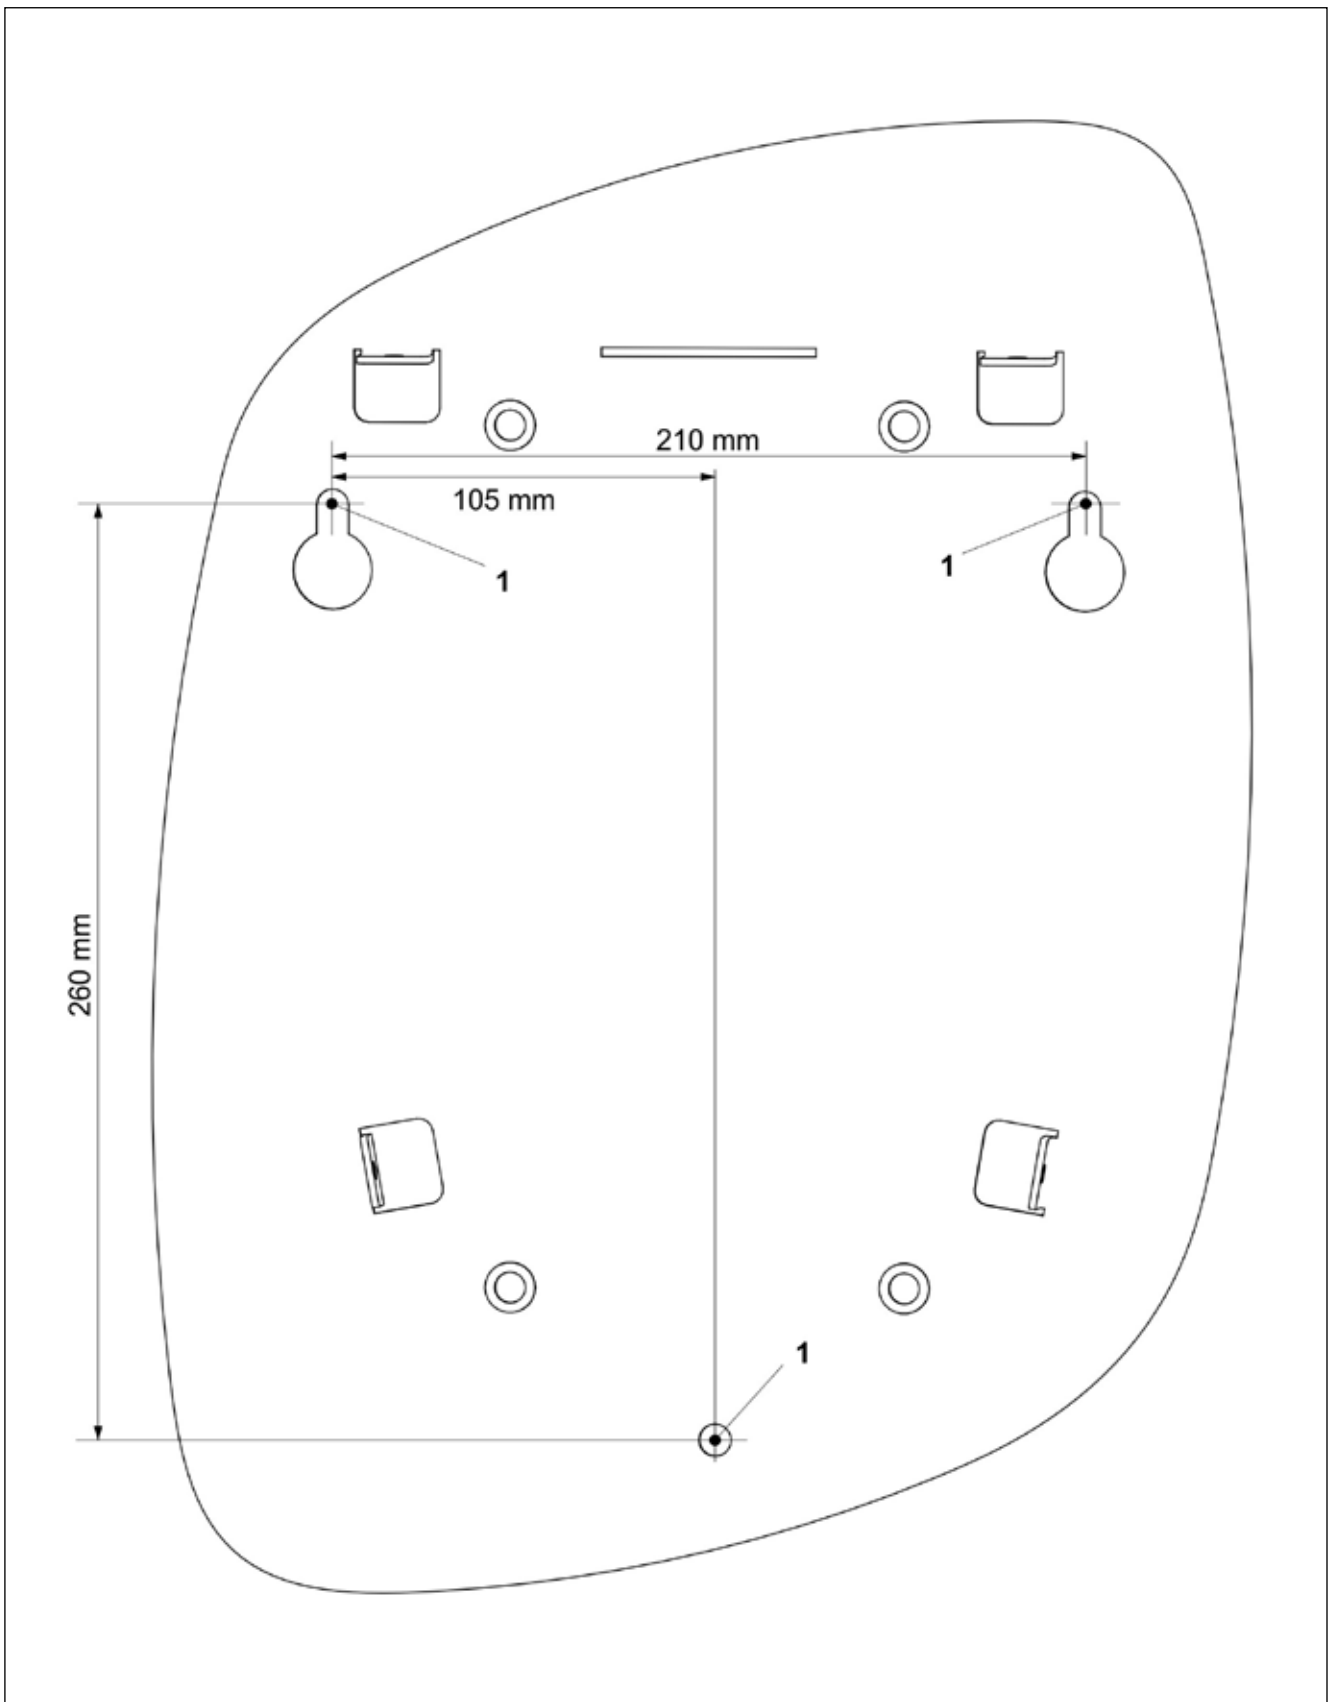

Abbildung 1: Bohrplan der e.GO Wallbox
1. Die drei Befestigungsbohrungen (Abb. 1/1) laut Bohrplan anzeichnen.